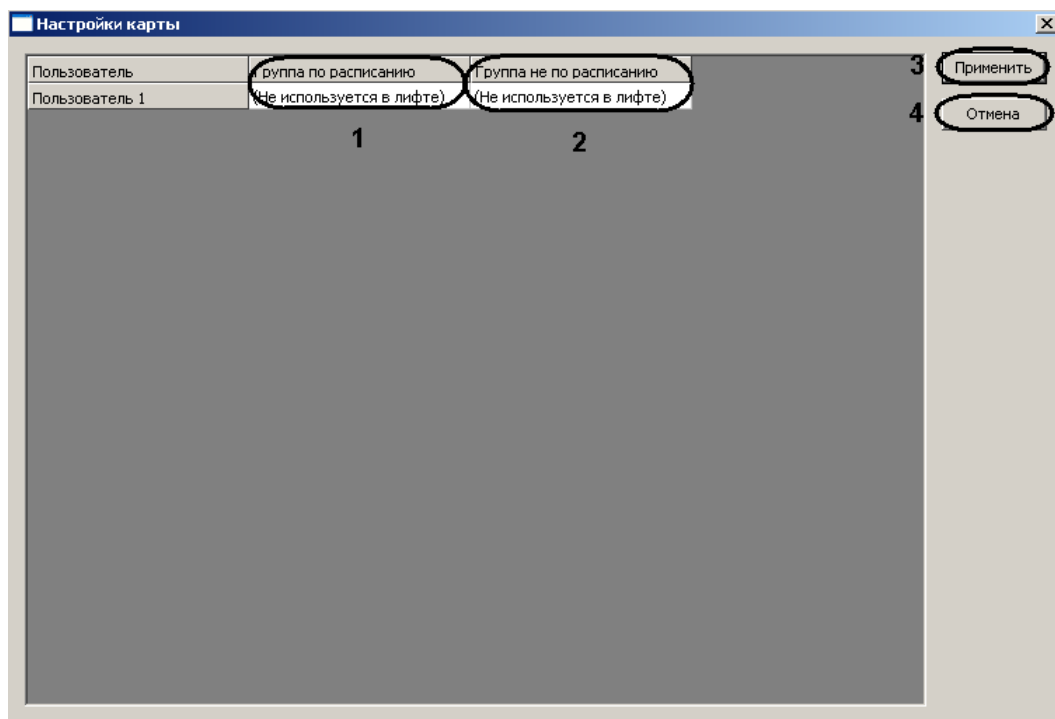

Рис. 3.7—7 Настройка привязанности пользователей к группам лифтов
Откроется окно **Настройка карты** (Рис. 3.7—7).
8.2 Для каждого пользователя системы выбрать группу по расписанию, к которой он принадлежит (см. Рис. 3.7—7, 1).
8.3 Для каждого пользователя системы выбрать группу не по расписанию, к которой он принадлежит (см. Рис. 3.7—7, 2).